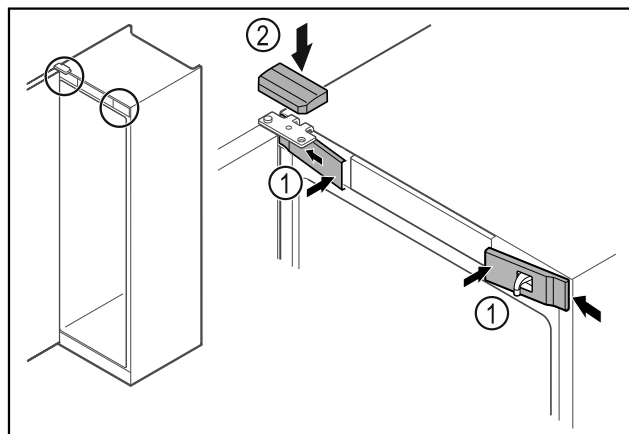

Fig. 38
- Agganciare le coperture anteriori Fig. 38 (1) di lato e innestarle.
- Innestare la copertura superiore Fig. 38 (2) dall'alto.